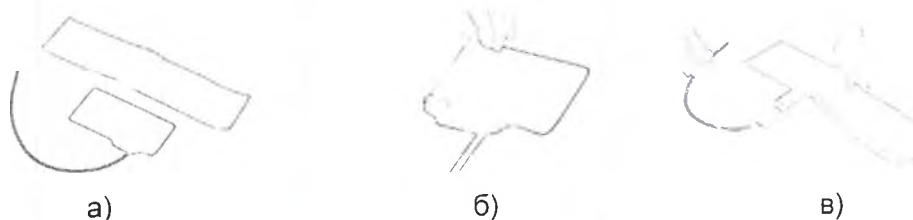

Рисунок 2-21. Дезинфекция манжеты.
- ☐ потянув за шланг, аккуратно вытащить резиновую камеру из наружного чехла манжеты (см. рис. 2-21, а);
- ☐ свернуть камеру с обеих сторон в сторону трубки (см. рис. 2-21, б) и подведя свернутую камеру к отверстию манжеты протолкнуть ее внутрь, избегая перекосов и перегибов камеры (см. рис. 2-21, в), после чего расправить камеру внутри манжеты.